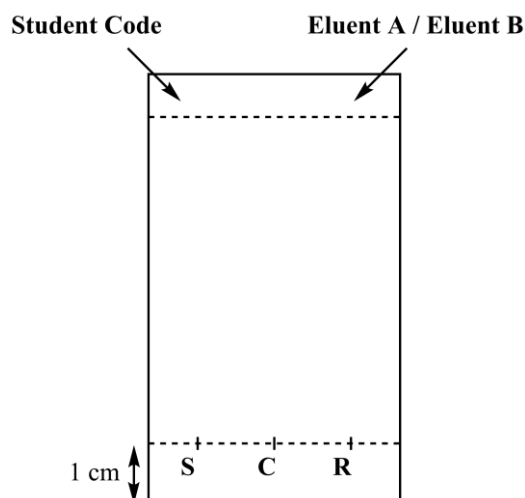

Figure 3. Préparation de la plaque de chromatographie
8. **Préparer votre plaque pour la chromatographie.** Utiliser un crayon pour **tracer** avec précaution la ligne de dépôt (à environ 1 cm au dessus du bas de la plaque) et **marquer** les positions des dépôts des 3 échantillons. Les **repérer** **S** (réactif), **C** (produit brut) et **R** (produit recristallisé), comme décrit à la figure 3. En haut à gauche de votre plaque, **écrire** votre **code étudiant**. En haut à droite de votre plaque, **écrire** l'éluant utilisé (en premier **éluant A**, puis **éluant B**). À l'aide des capillaires, **déposer** les trois échantillons sur la plaque.